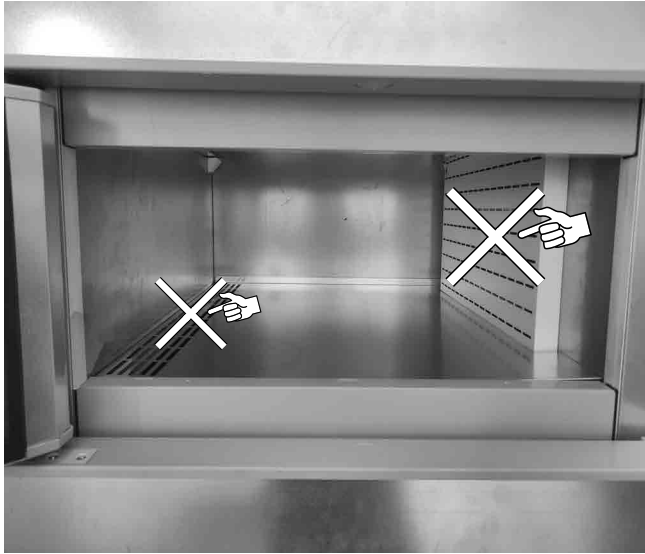

Fig. 22
- La merce non ostruisca il corretto flusso d'aria refrigerata ("Fig. 22")